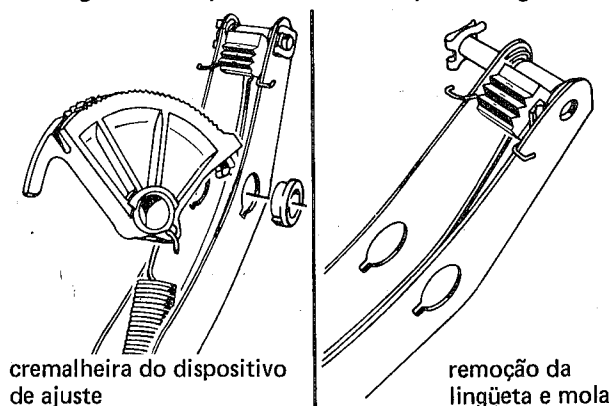

fig. 41
4. Remover as buchas de retenção da cremalheira do mecanismo de ajuste ao pedal, retirando, a seguir, a mola e cremalheira. Remover a lingüeta e respectiva mola do pedal (fig. 41)